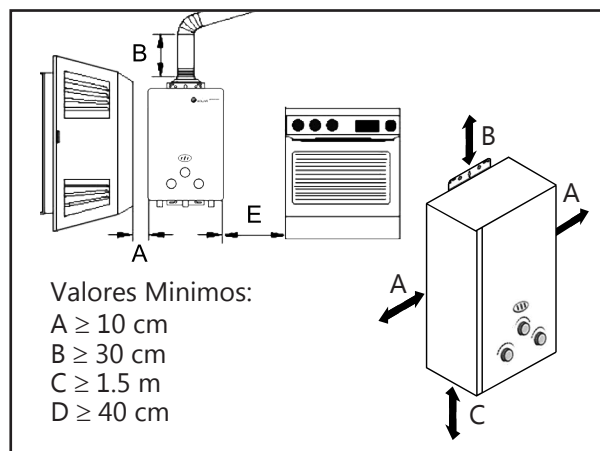

Figura 7. Distancias mínimas del calentador.
El calentador debe instalarse en un área ventilada y los gases de combustión deben conducirse al exterior. Vea figura 7 en página 7.
- Para la correcta evacuación de gases debe haber las distancia mínimas especificadas en figura 7.